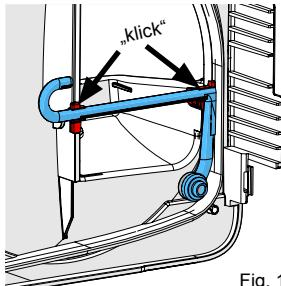

Fig. 12
- Remettre le tuyau d'arrosage en place ; pour cela, enfoncez le tuyau d'arrosage dans les deux fixations (Fig. 12).